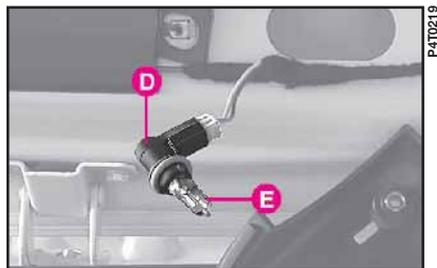

fig. 46
3) Tourner en sens contraire à celui des aiguilles d'une montre le porte-lampe D (fig. 46) et le sortir.
4) Appuyer sur la lampe E (fig. 46) et la tourner en sens contraire à celui des aiguilles d'une montre pour la sortir.